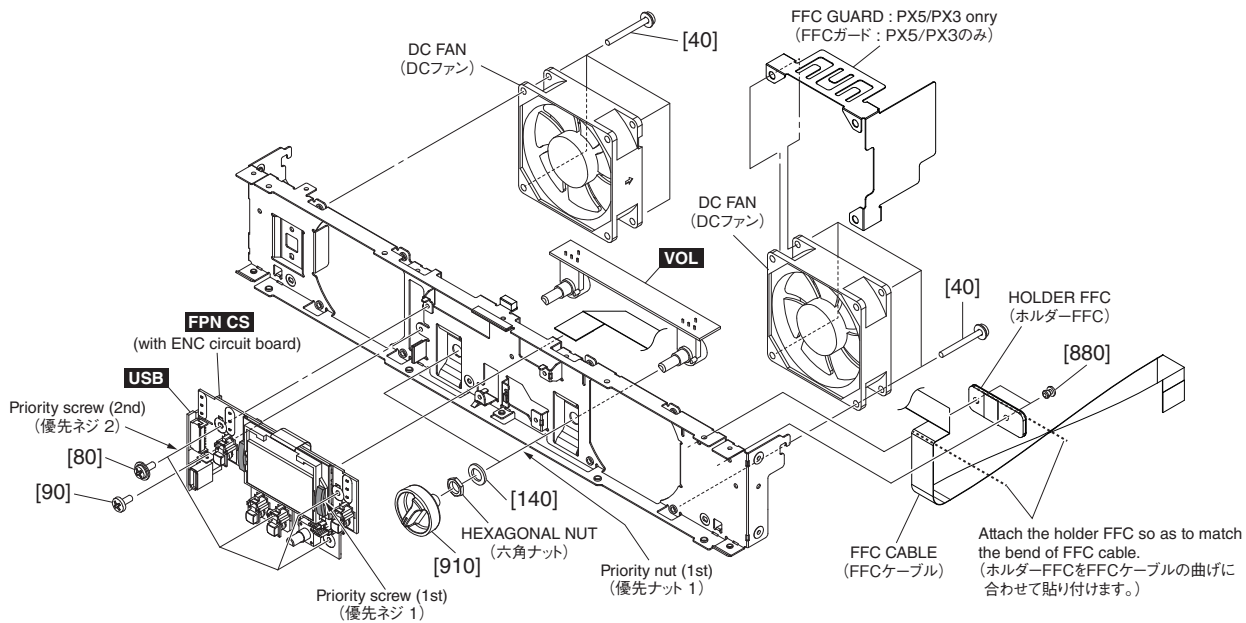

Fig. 8 (図8)
- 10-1 Remove the two (2) knobs marked [910]. (Fig. 8)
- 10-2 Remove the two (2) hexagonal nuts and the two (2) flat washers marked [140]. The VOL circuit board can then be removed. (Fig. 8)
\* When installing the VOL circuit board, first tighten the priority nut as shown in Fig. 8.
- 10-1 [910]のノブVR2個を外します。(図8)
- 10-2 六角ナット2個と[140]の平座金VR2個を外して、VOLシートを外します。(図8)
- ※ VOLシートを取り付ける際は、優先ナットを図8に示す順で締めてください。
- 11-1 Remove the four (4) screws marked [80] and the screw marked [90]. The FPN CS circuit board and USB circuit board can then be removed. (Fig. 8)
- \* **When installing the FPN CS circuit board, first tighten the priority screws as shown in Fig. 8.**
- 11-1 [80]のネジ4本と[90]のネジ1本を外して、FPN CSシートとUSBシートを外します。(図8)
- ※ FPN CSシートを取り付ける際は、優先ネジを図8に示す順で締めてください。
- 12-1 Remove the eight (8) screws marked [40]. The DC fans can then be removed. (Fig. 8)
- 12-1 [40]のネジ8本を外して、左右のDCファンを外します。(図8)
- 13-1 Remove the plastic rivet [880] and press from the front. The holder FFC can then be removed. (Fig. 8)
- 13-2 Remove the FFC cable from the holder FFC. (Fig. 8)
- \* Attach the holder FFC so as to match the bend of FFC cable. (Fig. 8)
- 13-1 [880]のプラスチックリベットを正面側から押して、ホルダー FFCを外します。(図8)
- 13-2 ホルダー FFCからFFCケーブルを取り外します。(図8)
- ※ ホルダー FFCをFFCケーブルの曲げに合わせて貼り付けます。(図8)